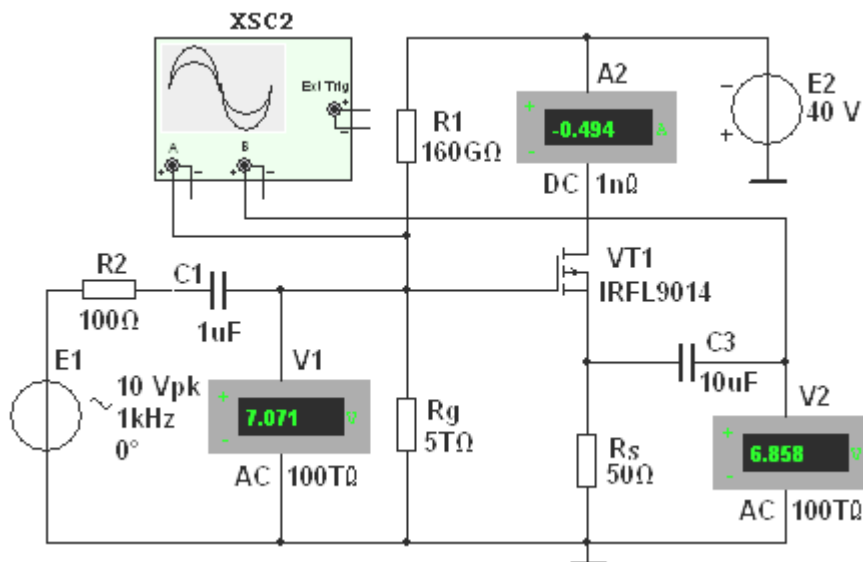

Рис. 1.13
Пункт 3) Задание 2. Собрать на рабочем поле среды MS10 схему для испытания истокового повторителя на полевом транзисторе (рис. 1.13) и установить параметры компонентов схемы
2.1. Схема истокового повторителя (рис. 1.13) собрана на полевом транзисторе с изолированным затвором и p -каналом типа **IRFL9014** с параметрами: $U_{C,max} = -40$ В; $I_{C,max} = -1,8$ А; $U_{з,нор} = -3,88$ В; $S = 1300$ мА/В. Резистор нагрузки R_s включен в цепь истока, а сток по переменной составляющей тока соединён с общей точкой 0 усилителя. Выходное напряжение $u_{вых}$ совпадает по фазе с входным напряжением $u_{вх}$, а его значение $u_{вых} \approx (0,9 \dots 0,99)u_{вх}$.